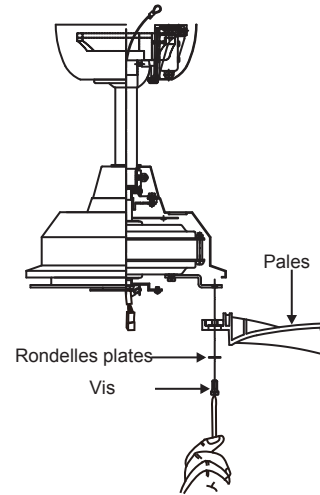

Fig. 15
Étape 1. Alignez les trous depuis la pale aux trous du moteur et sécurisez la pale en place avec des vis et des rondelles plates fournies. (Fig. 15)